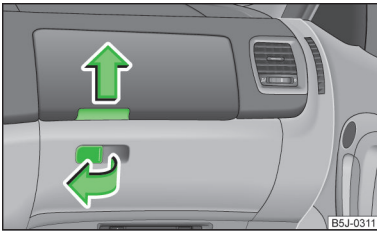

Abb. 67
- Den Griff der Klappe in Pfeilrichtung ziehen » Abb. 67 und die Klappe herunterklappen.